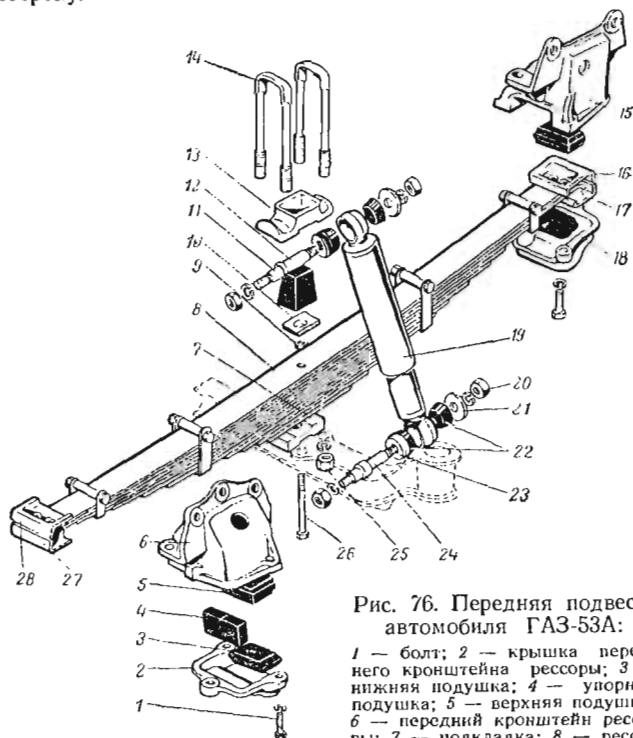

Рис. 76. Передняя подвеска автомобиля ГАЗ-53А:
Разборка подвески на узлы. Если требуется разобрать всю подвеску, то надлежит снять: амортизатор 19 (рис. 76); рессору 8; резиновые подушки 3, 4, 5 рессор; кронштейны амортизаторов, буфера и другие детали, прикрепленные к раме болтами; кронштейны 6 и 15 рессор с рамы, срубив заклепки.
Отвернуть гайку 20 (см. рис. 76) на нижнем пальце 24, снять шайбу 21 и резиновую втулку 22.
- вложить в чашки 16 и 28 (см. рис. 76) резиновые подушки 5;